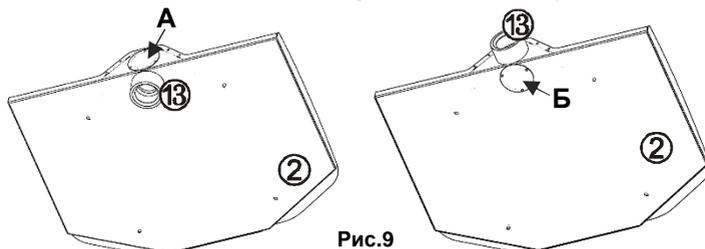

Рис.9
6.6.7 Установить резиновую втулку (13) в открытый выход и подсоединить к ней шланг внешней вытяжки.
При установке **БОКСА** на УПЗ 7.2 ЦИКЛОН АРТ втулка (13) для ШГВ может устанавливаться сзади, выход (А) воздушного канала, или снизу поддона, выход (Б) воздушного канала, рис.9.
Выход (Б) закрыт пластиковой заглушкой, рис.9.
При использовании выхода (Б) – заглушить выход (А): открытым должен оставаться только 1 выход воздушного канала, рис.9.